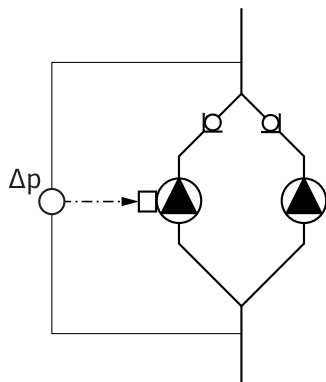

Fig. 18: Příklad, připojení čidla diferenčního tlaku
- V příkladu na Fig. 18 je čerpadlo Master levé čerpadlo ve směru proudění. Na tomto čerpadle připojte čidlo diferenčního tlaku.
- Měřicí body čidla diferenčního tlaku čerpadla Master se v příslušném sběrném potrubí musejí nacházet na sací a výtlačné straně zařízení se zdvojeným čerpadlem (Fig. 18).